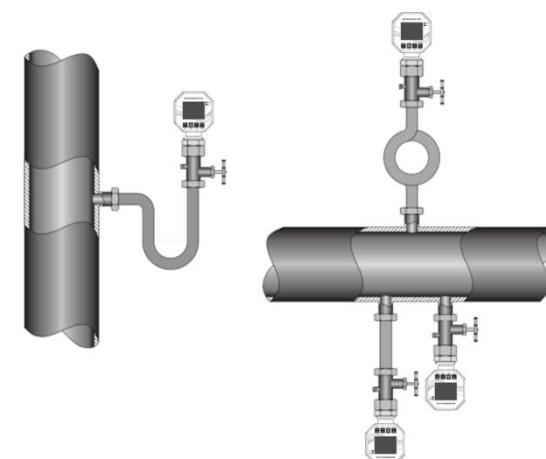

Рисунок 2. Монтаж манометра для измерения давления пара.
4.4. При измерении давления пара рекомендуется использовать импульсные трубы, предварительно заполненные водой (см. рис. 2.).